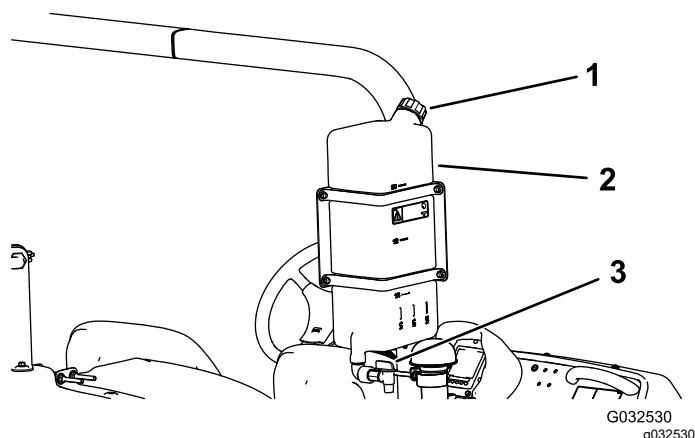

Figura 29
- Para encher o depósito, desaperte a tampa na parte superior do depósito, encha-o com água limpa e coloque a tampa (Figura 29).
- Para abrir a torneira do depósito de água limpa, rode o manípulo da torneira (Figura 29).